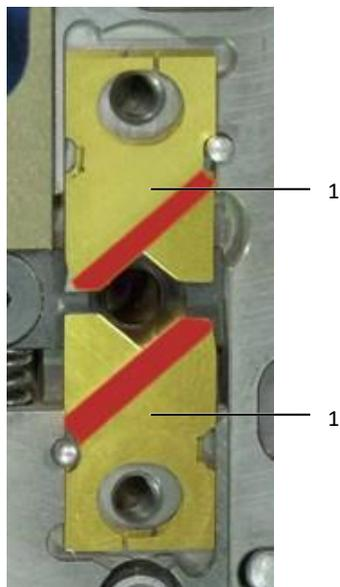

Imagen 31: Colocación de las hojas de cuchilla
- Coloque cada par de hojas juntas de forma que los cantos biselados (marcados en rojo en imagen 31) miren hacia fuera.